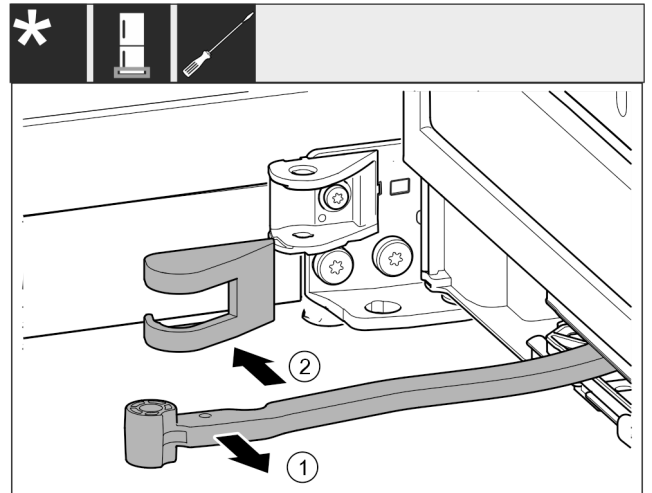

Fig. 16
- ▶ Поверніть шарнір Fig. 16 (1) у напрямку дверцят.
- ▶ Зніміть кришку опорного кронштейна Fig. 16 (2).